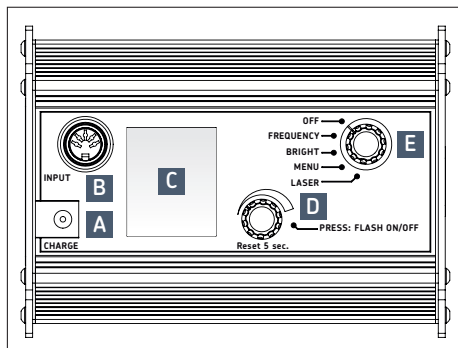

Рис.1 – Стробоскоп SKF TKRS 41
### 5.1 Соединительные разъемы (→ рис. 1)
1. Зарядите устройство: вставьте зарядное устройство в гнездо CHARGE (A) на задней панели прибора (→ рис. 1).
2. Направьте прибор на движущийся объект и включите устройство. Поверните селекторный переключатель (E) на один шаг влево до отметки FREQUENCY.